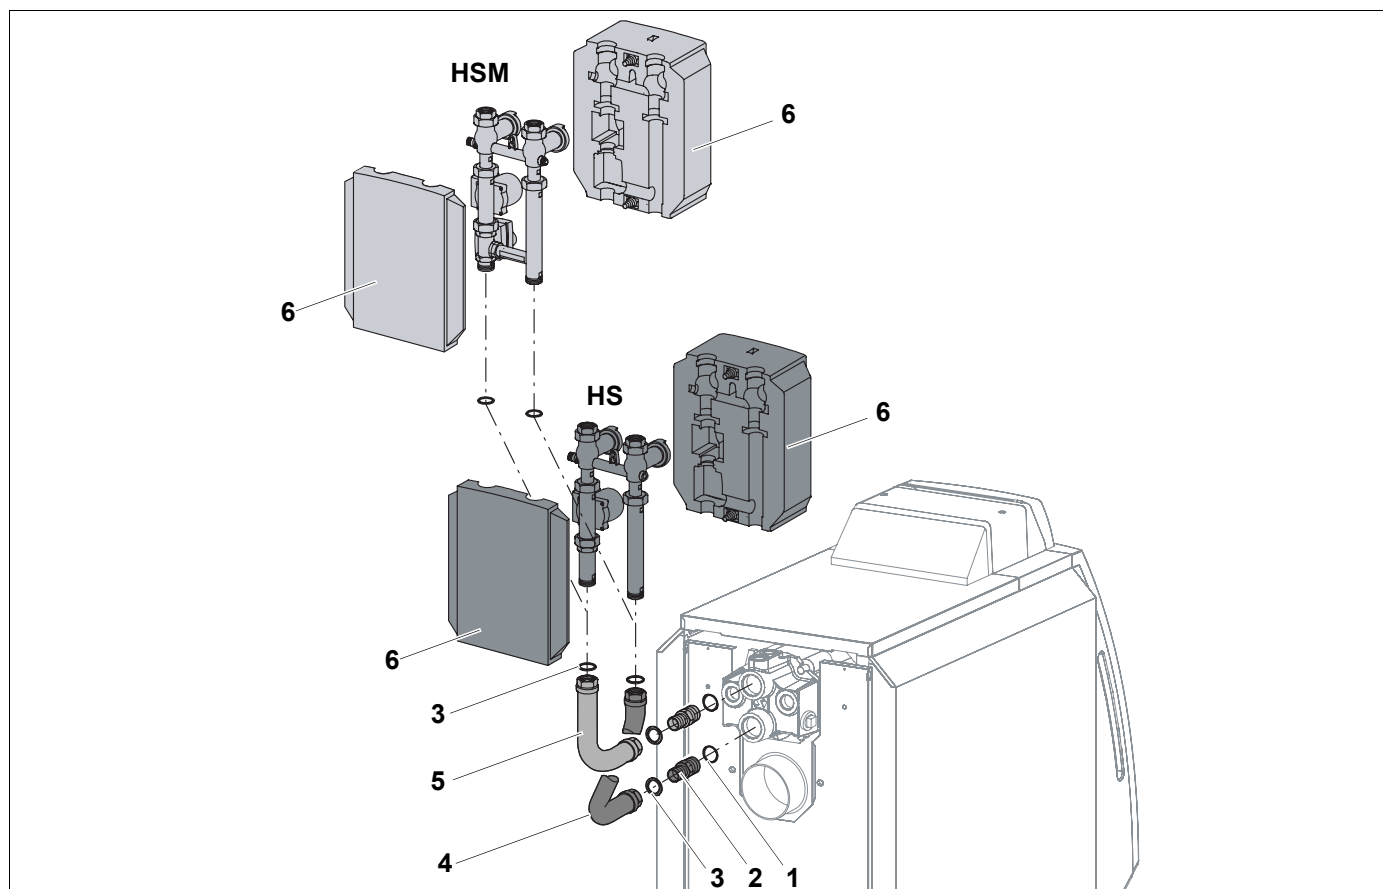

Рис. 4 Установка KAS 1 сзади котла
- Уложить уплотнения (3) в верхние резьбовые соединения вертикальных участков труб и прикрутить HS или HSM к KAS 1, как это показано на рис. 4.
- Теплоизоляционные элементы (6) надеть с двух сторон на соответствующий комплект подключения отопительного контура и слегка закрепить пластмассовыми винтами.